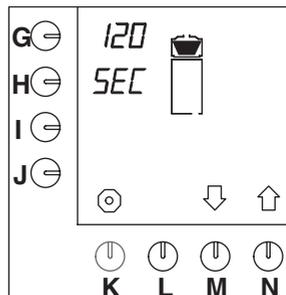

Abb. 47 Nachtropfzeit
- Drücken Sie auf die Wahl taste (N.) \uparrow , bis Abb.47 im Display erscheint.